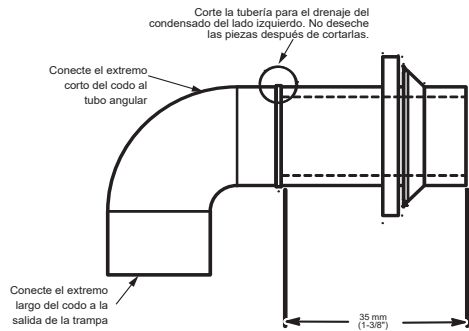

Fig. 17 – Modificación del codo de goma de drenaje
3. Para acoplar la tubería Z a la trampa de condensación y al exterior del calefactor hay que modificar el codo de goma de drenaje formado como se muestra en la Fig. 17.
4. Para retirar la arandela formada del codo de drenaje de goma, corte el codo a lo largo de la línea vertical situada a 1-3/8 in (35 mm) aproximadamente de la arandela. Consulte la Fig. 17. **NO DESECHE LA ARANDELA FORMADA NI EL CODO DE GOMA.** Utilizará ambas piezas.
SUGERENCIA DE LOS CONTRATISTAS: Cuando se instale el calefactor en posición horizontal, utilice todo el codo de drenaje (es decir, NO lo corte como se muestra en la Fig. 17), para conectar la trampa a la línea de drenaje. Esto ayuda a evitar que los golpes y sacudidas que pueda sufrir la línea de drenaje dañen la trampa de drenaje del calefactor. La tubería de drenaje debe estar bien alineada para que el codo no se doble.